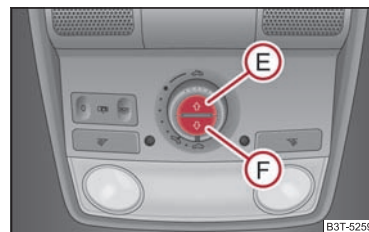

Fig. 10 Tasti per tendina parasole avvolgibile
La tendina parasole avvolgibile si può aprire o chiudere separatamente con il tasto ⇒ fig. 10.
- Per aprire completamente la tendina parasole premere brevemente il tasto **(E)** ⇒ fig. 10.
- Per chiudere completamente la tendina parasole premere brevemente il tasto **(F)** ⇒ fig. 10.
Per l'inizializzazione della tendina parasole avvolgibile premere l'interruttore **(F)** ⇒ pag. 9, fig. 10 per circa 10 secondi.